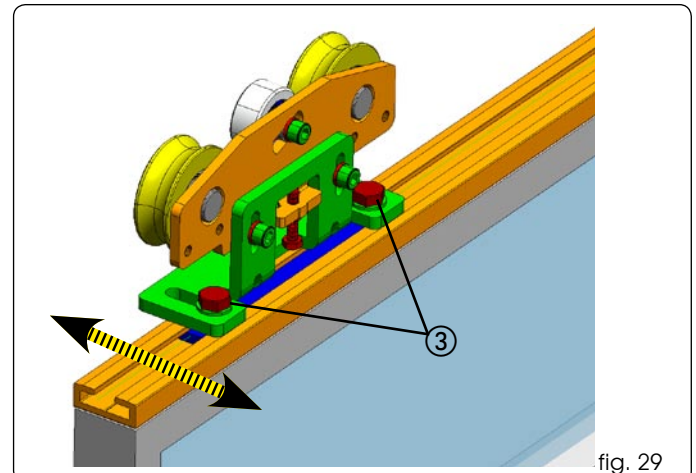

fig. 29
Per regolare le ante in profondità allentare i 2 bulloni come indicato in fig 29 rif.③. Muovere l'anta sull'asola dei carrelli come desiderato e stringere i 2 bulloni.